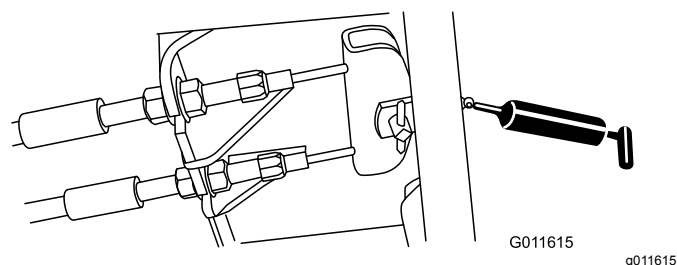

Bild 52
- Bremspedal (1) (**Bild 52**)